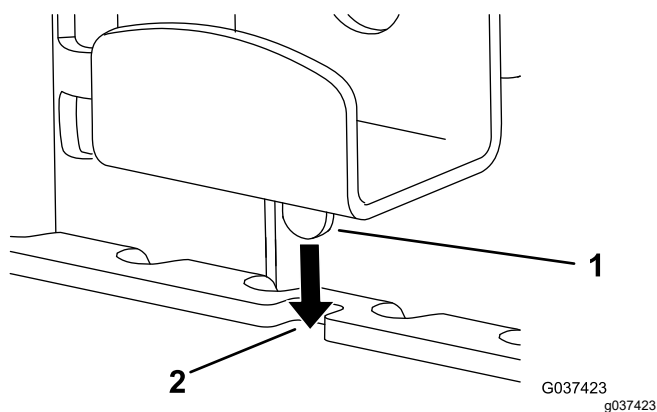

Figura 19
2. Desaperte o manípulo e desça o suporte superior, inserindo a patilha na ranhura no suporte da dobradiça (Figura 19).